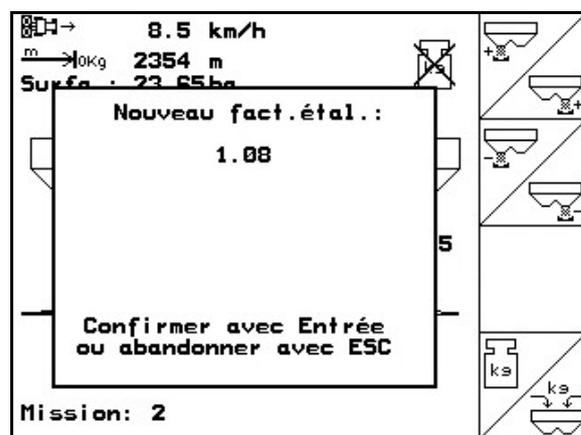

Fig. 34
- Le nouveau facteur d'étalonnage s'affiche (Fig. 34).